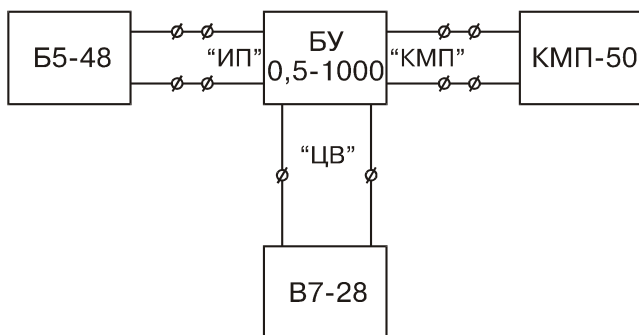

Рис.8.1 Мера магнитной индукции до 50 мТл постоянного магнитного поля
8.5.3.1.1 Из комплекта приборов, входящих в состав поверочной установки УП-1000, собрать меру Н(В) до 400 А/см (50 мТл) (см. рис.8.1).